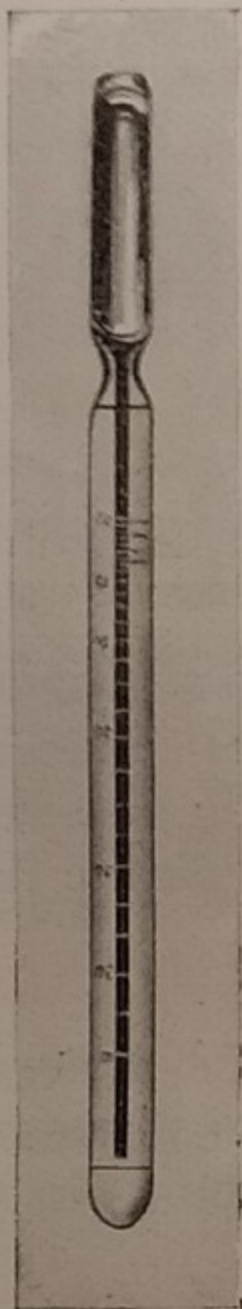

Fig. 96. — UN TERMOMETRO.
76. Che cosa è la temperatura. — Prendiamo un *termometro* (fig. 96), cioè un piccolo recipiente col collo lungo, sottile e graduato, pieno di *mercurio* fino ad un certo punto, ed immergiamone il bulbo nella catinella d'acqua fredda. Il livello stabilmente raggiunto dal mercurio lo potremo leggere sulla scala graduata, delle cui graduazioni non importa per ora conoscere il significato: questo livello sia ad esempio quello segnato dalla divisione 10. Passiamo ora il termometro nella catinella calda: il livello raggiunto dal mercurio lo troveremo più elevato di prima e sia, per esempio, quello segnato 50. Se il livello del mercurio del termometro si chiama *temperatura*, possiamo dire che il corpo caldo ha temperatura più elevata di quello freddo.